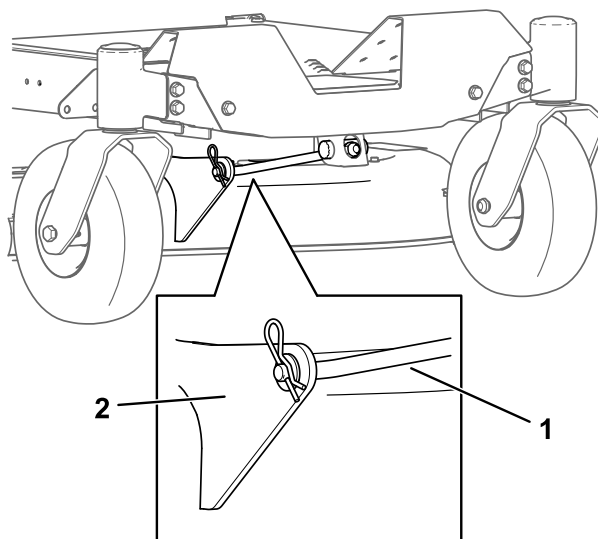

Figura 74
5. Îndepărtați tiftul în formă de agrafă de pe tija de sprijin din față și scoateți tija din suportul pentru punte (Figura 74).
- Fixați tija de sprijin față de puntea mainii de tuns iarbă cu tiftul cu cap și gaură și tiftul în formă de agrafă (Figura 74).